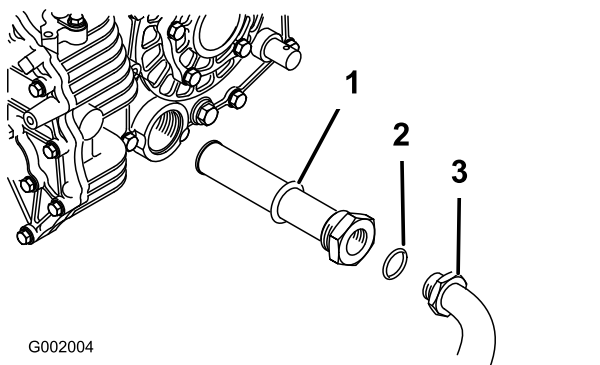

Figura 51
5. Retire el tubo hidráulico y el codo de 90° (Figura 51).